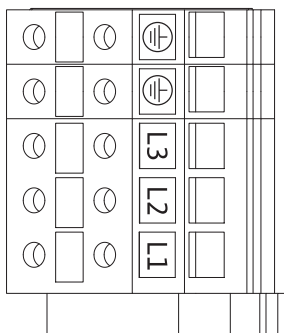

Fig. 25: Vermogensklemmen
- Vermogensklemmen (netaansluitklemmen) (Fig. 25)